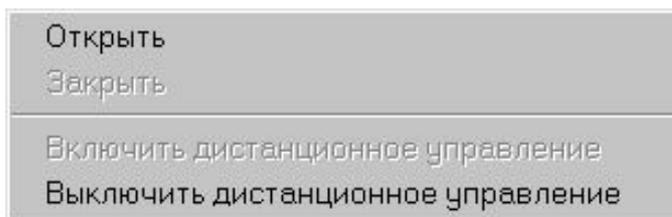

Рис. 6
3.3.2.3 Для управления задвижкой необходимо «мышью» щелкнуть на ее изображении. При этом появляется меню (Рис. 6).